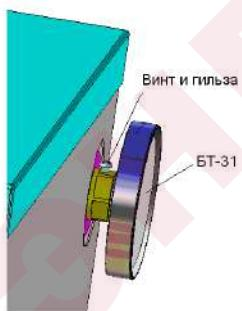

Рис.7 Термометр для котлов КС-Т-11п и КС-Т-15п
5.3.2 На котлы КС-Т-11п и КС-Т-15п установить на боковую поверхность термометр БТ-31(табл.2). С термометра БТ-31 снять винт М3 и гильзу (**рис.7**). Резьбовую часть гильзы уплотнить лентой ФУМ, завинтить в бобышку на котле. Термометр БТ-31 надеть на гильзу и закрепить винтом М3.